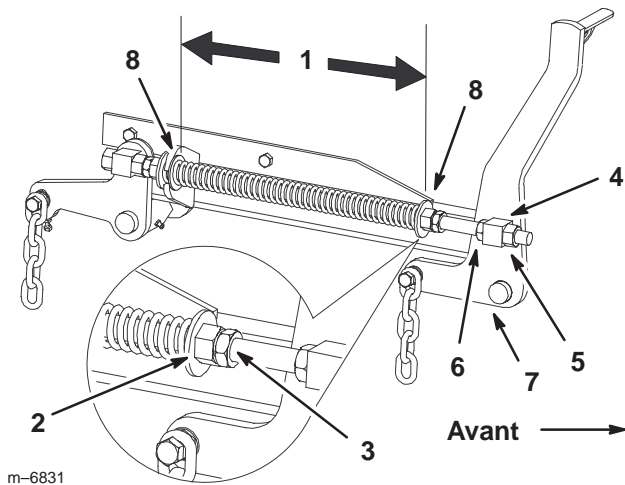

Figure 68
- Desserrez d'environ 13 mm (1/2 pouce) les écrous de blocage à l'avant des pivots avant gauche et droit (Fig. 68).
- Réglez les écrous de relevage sur les côtés gauche et droit de la machine de manière à **abaisser l'avant de 6 à 10 mm (1/4 à 3/8 pouce) au point A par rapport au point B à l'arrière** (Fig. 68).
2. Vérifiez que les deux grandes rondelles sont espacées de 26,7 cm (10-1/2 pouces) (Fig. 68).
3. Réglez cette distance en desserrant l'écrou de blocage du ressort et en tournant l'écrou devant chaque ressort (Fig. 68). Tournez l'écrou dans le sens horaire pour raccourcir le ressort et dans le sens inverse pour l'allonger.
4. Bloquez l'écrou en position en serrant l'écrou de blocage du ressort (Fig. 68).